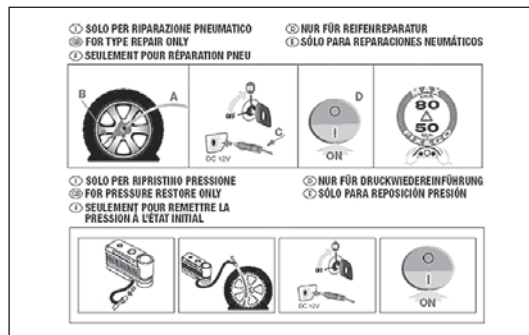

fig. 151
- ☐ un dépliant d'instructions (voir fig. 151), pour apprendre à se servir rapidement du kit de réparation rapide et qui sera ensuite remis au personnel chargé du traitement du pneu ;